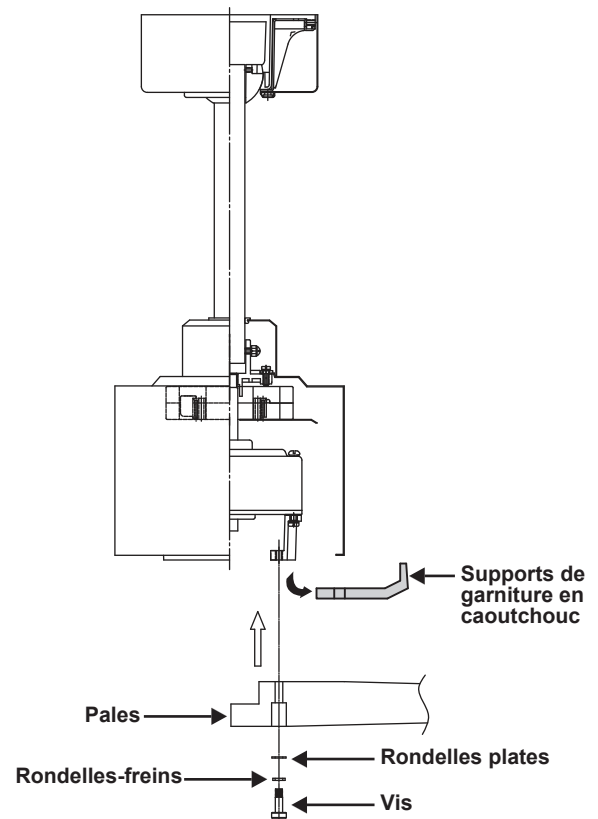

Figure 11
2. Faites glisser l'applique jusqu'au support de suspension et placez le trou de serrure sur l'applique au-dessus de la vis sur le support de suspension, tournez l'applique jusqu'à ce qu'elle se verrouille en place à la section étroite des trous de serrure. (Fig. 11)